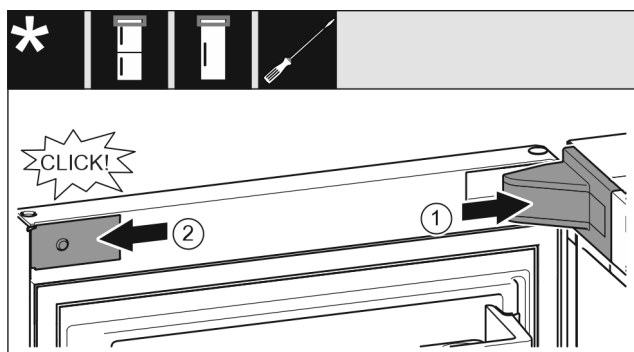

Fig. 18
- ▶ Pange laagripuki kate peale ja fikseerige, vaj. korral suruge ettevaatlikult laiali. Fig. 18 (1)
- ▶ Pange ilukate küljel kohale ja fikseerige. Fig. 18 (2)